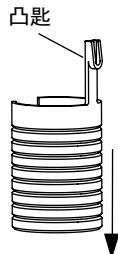

图 23
- 挤压座垫高度内嵌件并将其插入座管顶部，将凸匙与凹槽对准（图 23）
- 让凸匙与槽底啮合（图 23）
- 将座杆重新装入车架底部（图 23），确保座杆清洁